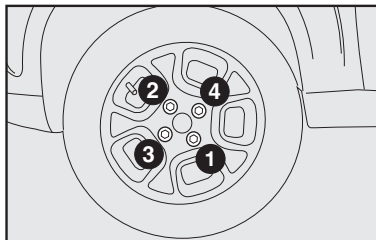

fig. 9
13) Apertar bem os parafusos, passando alternadamente de um parafuso ao outro diagonalmente oposto, de acordo com a ordem ilustrada na **fig. 9**.